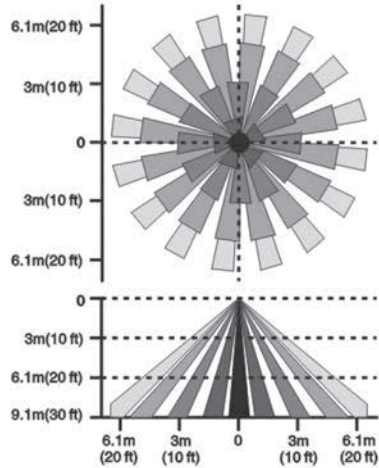

Fig. 1
- Área de superposición de cobertura radial de 15 a 20 pies (4.57m a 6.1 m) iluminada por una luminaria High Bay (refiérase a la Fig. 1)